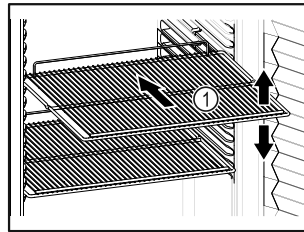

Fig. 63 Beispielhafte Darstellung
- Wenn Abstellroste Fig. 63 (1) versetzbar sind, je nach Höhe anpassen.